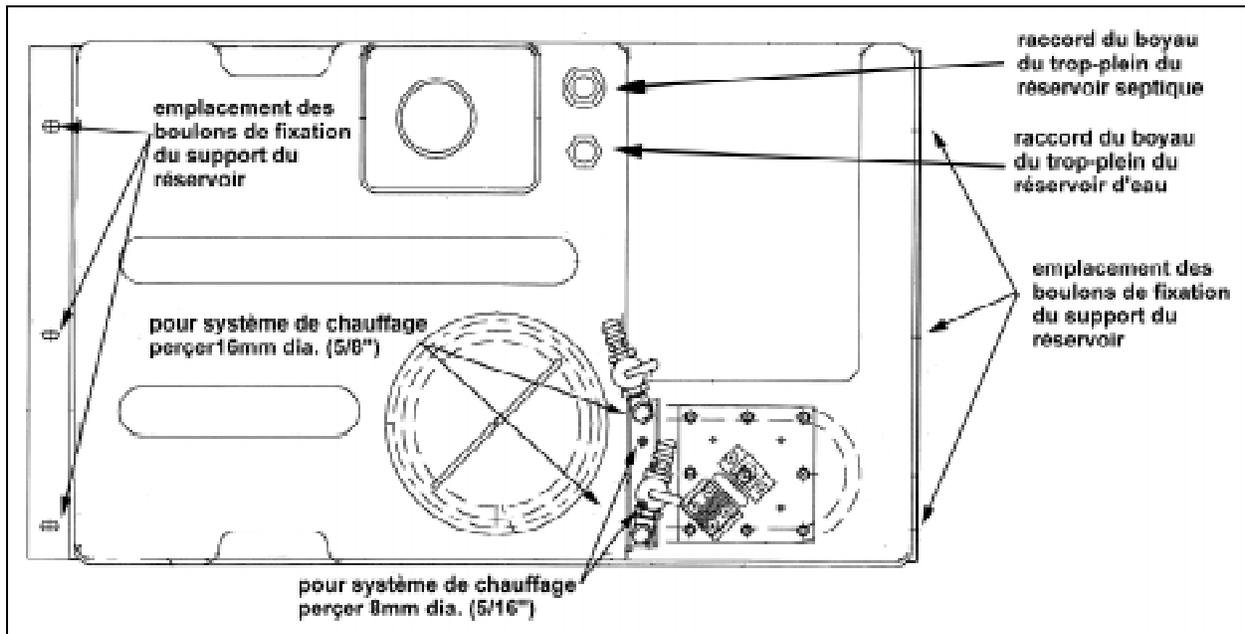

FIGURE 10 : RÉSERVOIR SEPTIQUE AUXILIAIRE
13. Dévisser les 6 boulons du support du réservoir (figure 10) et retirer le réservoir septique par le dessous du véhicule.
17. Si requis, percer 4 trous sur le nouveau réservoir septique auxiliaire afin d'installer le système chauffant. Il y a déjà une empreinte sur le réservoir pour localiser les perçages. Faire 2 trous  $\varnothing$  8mm(5/16") et 2 trous  $\varnothing$  16mm(5/8") (figure 10).